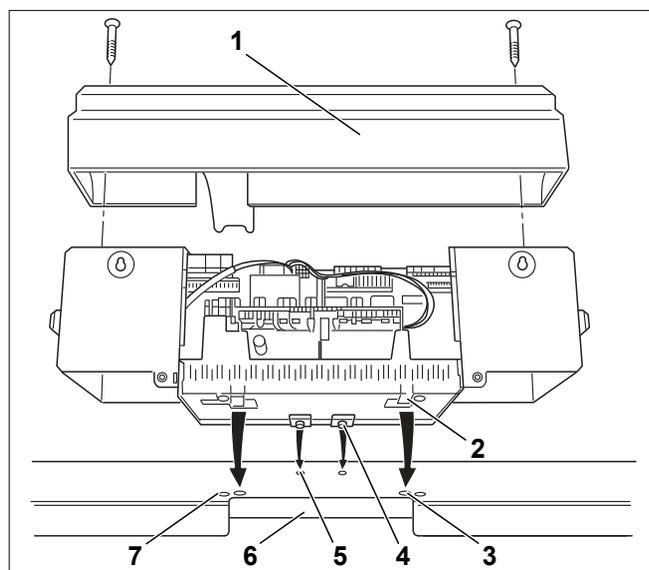
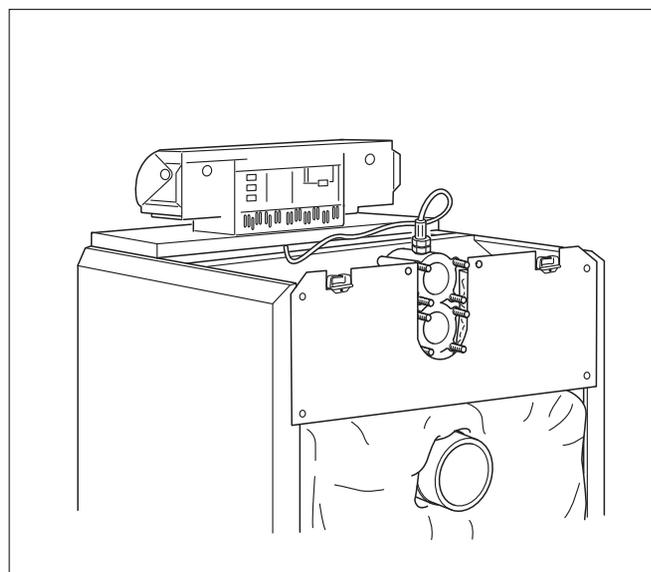

Рис. 43 Монтаж системы управления
Рис. 48 Котёл с установленной системой управления
На рис. 43 изображен вид сзади системы управления и передней крышки.
- ▶ Отверните два винта на крышке системы управления (рис. 43, [1]). Снимите крышку вверх.
- ▶ Установите систему управления. Вставьте крюки (рис. 43, [4]) системы управления в овальные отверстия передней крышки котла (рис. 43, [5]). Сдвиньте систему управления вперед и затем откиньте назад. Эластичные крюки (рис. 43, [2]) должны войти сзади в прямоугольные отверстия передней крышки котла (рис. 43, [3]).
- ▶ Закрепите цоколь системы управления к передней крышке котла справа и слева от прохода для кабеля (рис. 43, [6]) двумя саморезами (рис. 43, [7]).
- ▶ Закрепите крышку клеммной коробки (рис. 43, [1]) двумя саморезами на цоколе системы управления (рис. 48).